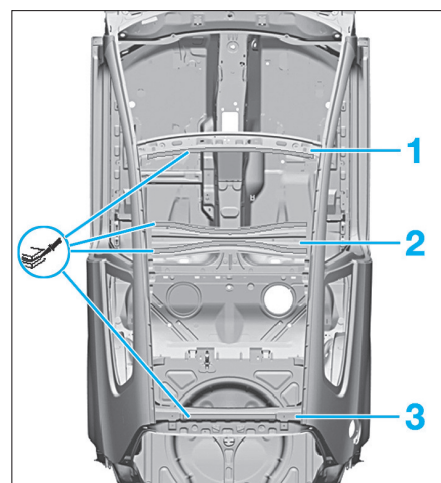

FIG. 110
• Appliquer la colle de montage monocomposant à l'aide du pistolet à air comprimé sur la traverse avant de pavillon (1), arrière (3) ainsi que sur la traverse centrale (2). (Fig.110).